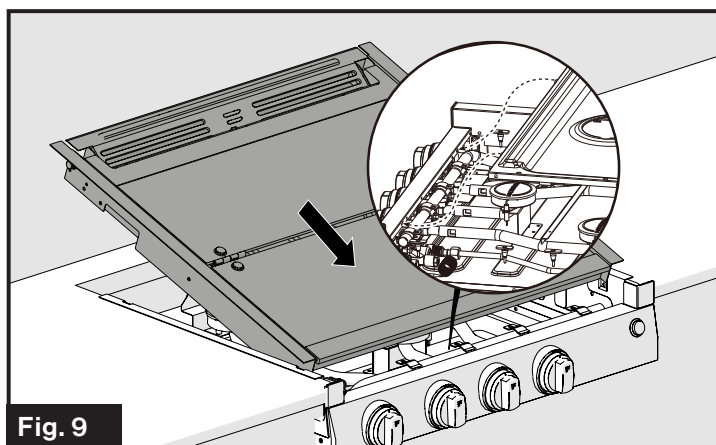

Fig. 9
1. Oriente las pestañas de instalación de la tapa superior de vidrio de forma alineada con las ranuras del anafe y colóquela sobre el anafe. (Fig. 9)